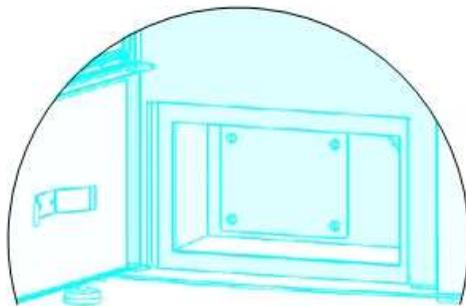

imagen 2
- Una vez al mes, limpie el área detrás del cenicero con la eliminación de la tapa (**imagen 2**). La tapa se quita desenroscando los 4 tornillos. Limpie la cámara con la aspiradora. Antes de la puesta en marcha de la estufa, devuelva la tapa a su sitio y asegúrela. También, quite la tapa colada (donde hay un símbolo MBS), que se encuentra en la cámara de combustión y limpie la cámara que se encuentra detrás de él con la aspiradora. Antes de la puesta en marcha devuelva de nuevo la tapa de cámara a su lugar.